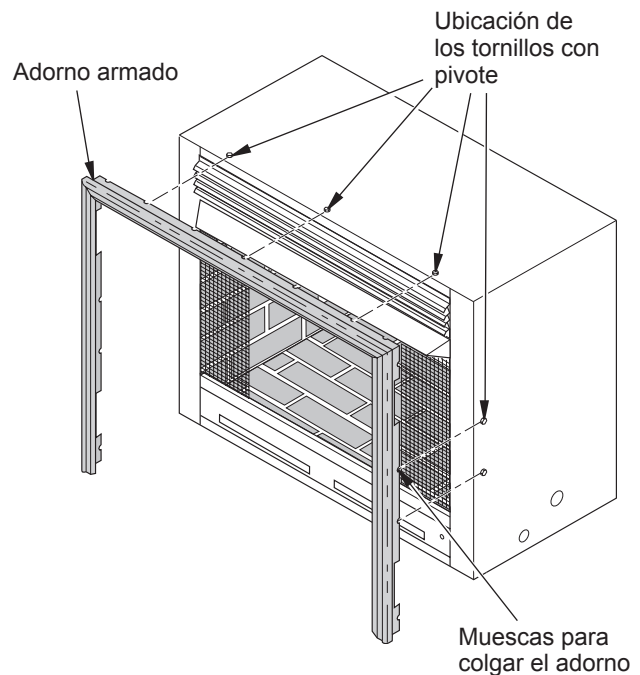

Figura 2 - Colocación del adorno en la chimenea
Nota: el modelo de chimenea puede ser distinto al ilustrado en la figura 2.
8. Ponga el ensamblaje del adorno en el gabinete de la chimenea. Alinee las muescas del adorno con los tornillos con pivote provistos para colgar el adorno (consulte la figura 2). Fije el adorno dándole unos ligeros golpes con la palma de la mano o con un mazo de goma, hasta que las muescas hayan entrado completamente en los tornillos con pivote. Empiece en un extremo del adorno y continúe alrededor de la chimenea hasta que todas las muescas estén ocupadas completamente.